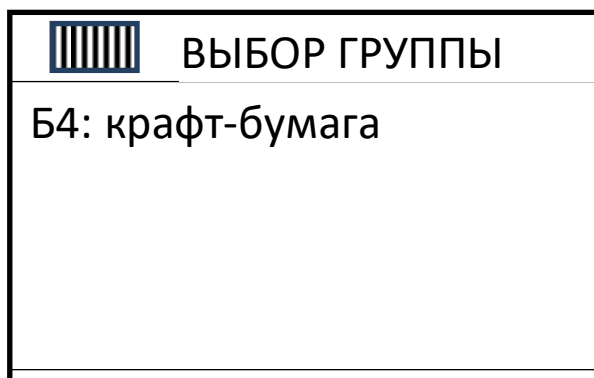

Рисунок 3 – Экран прибора в режиме выбора материала
**Режим выбора материала (SET)** – обеспечивает возможность выбора группы бумаги по типу (Рис. 3).